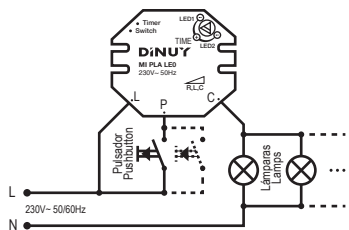

Fig. 2
- Esquema 1 (Fig. 2): Instalación estándar.
- Wiring 1 (Fig. 2): Standard installation.